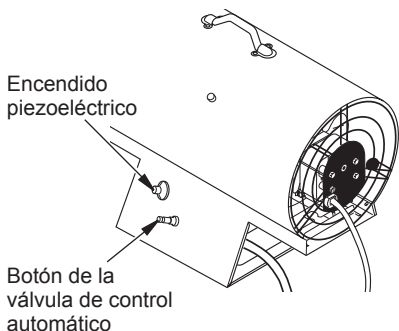

Figura 5 - Botón de la válvula de control automático y el encendido piezoeléctrico
- Presione y mantenga presionado el botón de la válvula de control automático (consulte la figura 5). Presione el botón del encendido piezoeléctrico (consulte la figura 5). Continúe presionando el botón del encendido hasta que se encienda el quemador. Cuando se encienda el quemador, mantenga la válvula de control automático presionada. Suelte el botón después de 30 segundos. Esto activará el sistema de control automático.